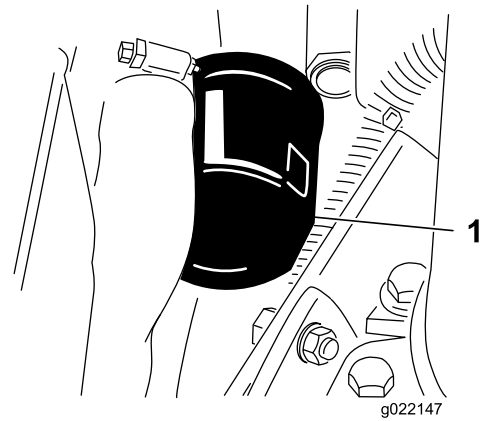

Bild 52
3. Entfernen Sie den Ölfilter (Bild 52).